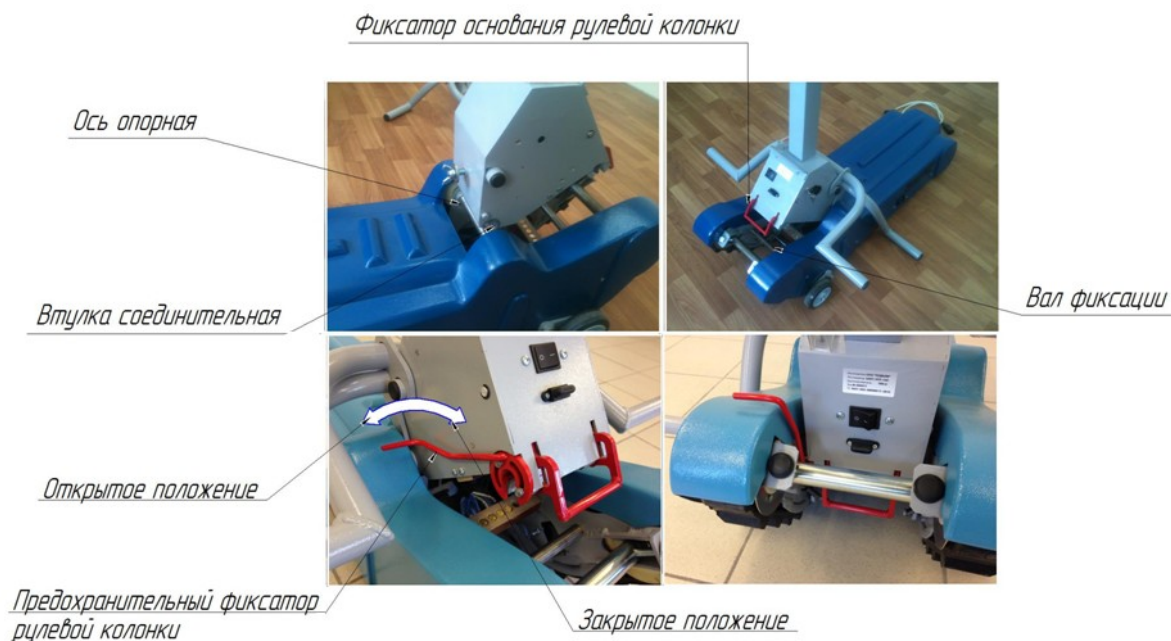

Рис.17. Порядок демонтажа электропривода рулевой колонки.
- поставить подъемник в удобное место для установки на него кресла-коляски с пассажиром, освободить фиксатор основания рулевой колонки от фиксирующих защелок, соединяющих его с гусеничным агрегатом (Рис. 17);
- перевести предохранительный фиксатор рулевой колонки в открытое положение движением от себя. (Рис.17);
- перевести предохранительный фиксатор рулевой колонки в закрытое положение движением на себя (Рис. 17);